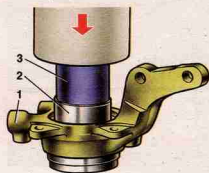

Рис. 4.6. Запрессовка подшипника в поворотный кулак: 1 – поворотный кулак; 2 – подшипник; 3 – оправка
– установите наружное стопорное кольцо 7 (см. рис. 4.5) в поворотный кулак 1 и запрессуйте подшипник 2. При этом следите, чтобы оправка 3 (рис. 4.6) давила только на наружное кольцо подшипника, иначе возможно его повреждение;